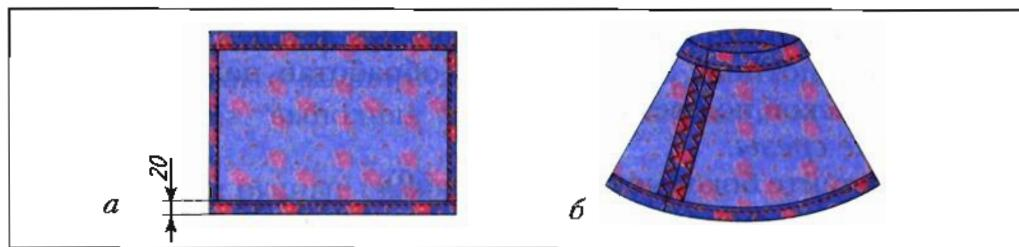

Рис. 52. Обработка нижнего среза
Нижний срез. Заметайте дважды и застрочите срез фартука, используя припуск на шов 30 мм. Приутюжьте шов (рис. 52, а).
3. Проложите машинную строчку на расстоянии 1–2 мм от второго сгиба, выполняя закрепки в начале и конце строчки (рис. 52, б).